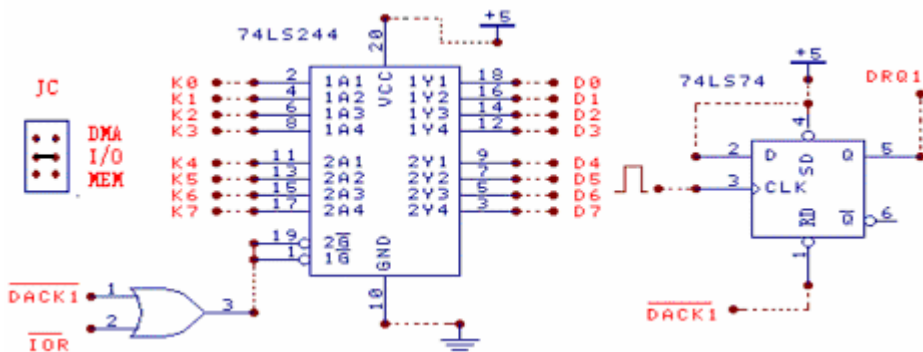

图14-3
3、用通用插座按图14-3连接好电路（74LS74利用实验台上的D触发器）。编程在主机内存缓冲区D4000H, 偏移量为0的位置开辟数据缓冲区，使用Demand Mode DMA方式从外设向内存传送8个数据并存入数据缓冲区，编程不断显示缓冲区的数据。